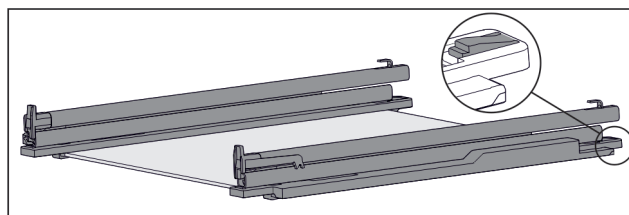

Fig. 105 Sklenená doska s koľajničkami a pridrznými dielmi
- ▶ Potlačte pridrzný diel vzadu nadol (pozri Fig. 105) a súčasne posuňte koľajničku dozadu.